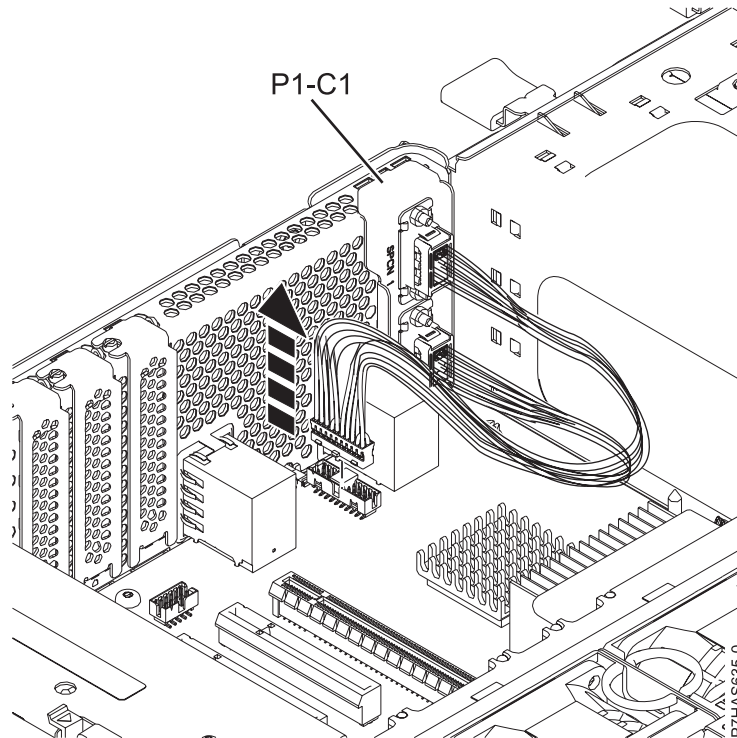

Figura 9. Extracción del cable de SPCN
- a. Desconecte el cable de SPCN de la placa del sistema, tal como se muestra en la Figura 9.